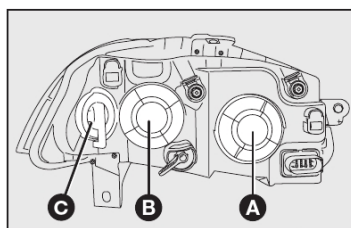

fig. 26
- 1) Girar a tampa **A-fig. 26** (para trocar a lâmpada do farol baixo) ou a tampa **B-fig. 26** (para trocar a lâmpada do farol alto) no sentido anti-horário e retirá-la;
- 6) Recolocar a tampa **A-fig. 26** ou **B-fig. 26**, girando-a no sentido horário.
- 2) Girar a tampa porta-lâmpada **C-fig. 26** no sentido horário e retirá-la.
- 4) Substituir a lâmpada e recolocar a tampa **C-fig. 26**, girando-a no sentido anti-horário.
- 1) Girar a tampa **B-fig. 26** no sentido anti-horário e retirá-la;
- 5) Recolocar a tampa **B-fig. 26**, girando-a no sentido horário.